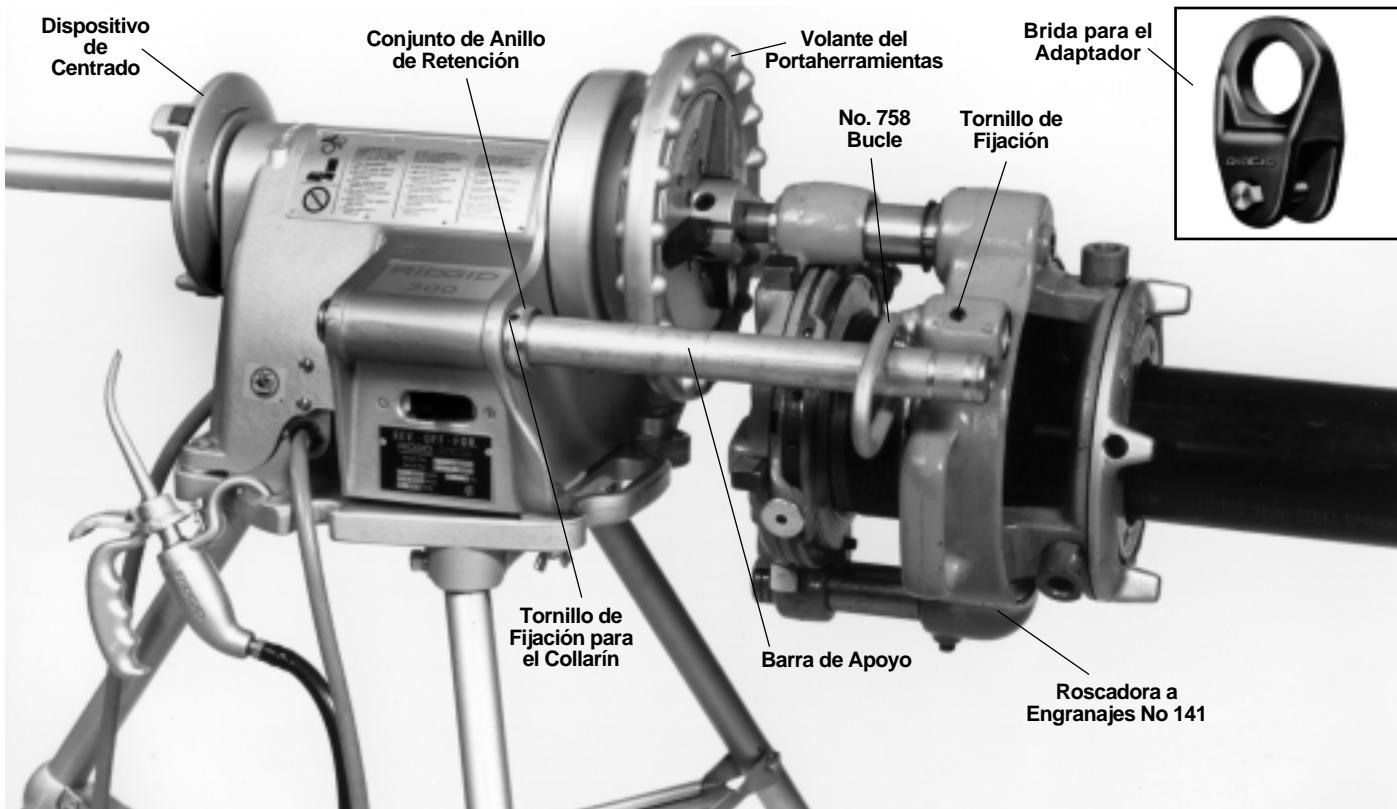

Figura 15 – Roscadora a engranajes No. 141 en acoplamiento compacto con el accionamiento autopropulsado
5. **Cabezal No. 141** (*Figura 15*) – Extraiga la barra de apoyo del lado del interruptor y asegure el anillo contra el cuerpo del accionamiento autopropulsado apretando el tornillo de fijación.
6. **Cabezal No. 141** (*Figura 15*) – Deslice la abrazadera No. 758 en la barra de apoyo y asegure la abrazadera de la caja de engranajes con el tornillo de fijación.
**¡NOTA!** Utilice el soporte de adaptador No. E-3675 (*Figura 15*) en lugar de abrazadera No. 758 con los cabezales No. 4P y 4PJ que no tengan un orificio para la abrazadera en la caja de los engranajes.